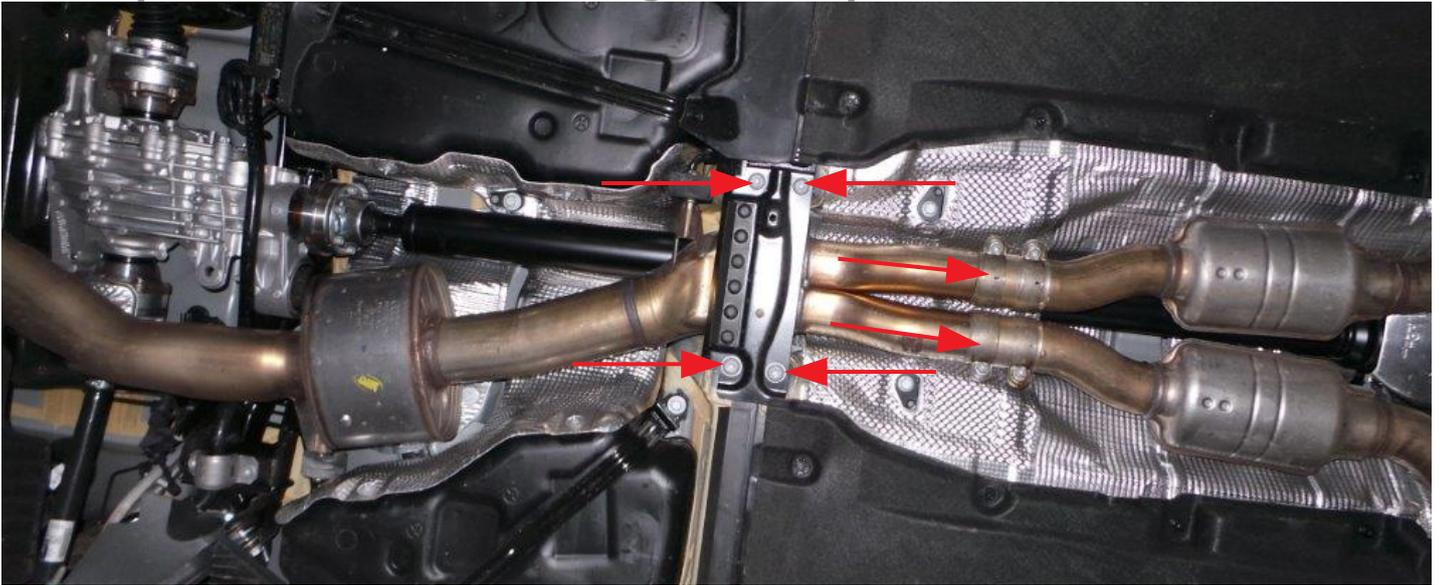

Abb. 4: Verbindung Endschalldämpfer zu Vorschalldämpfer
1. Bevor die originale Abgasanlage demontiert wird, müssen die Schellen, sowie die Verbindungsstrebe gelöst werden. s.Abb. 4